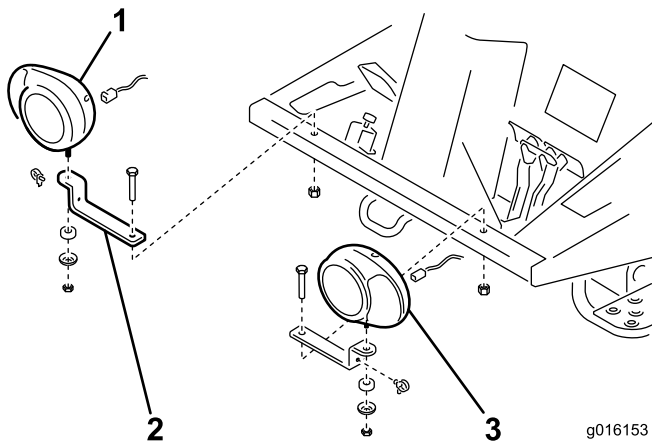

Figure 5
1. Fixez les supports des phares dans les trous existants à l'avant de la plate-forme du conducteur au moyen de vis (1/2 x 3") et contre-écrous (1/2"). Positionnez les supports comme illustré à la Figure 5.
2. Fixez les phares gauche et droit sur leurs supports (Figure 5) à l'aide des fixations fournies. Prenez soin de positionner les verres des indicateurs de direction vers l'extérieur de la machine.